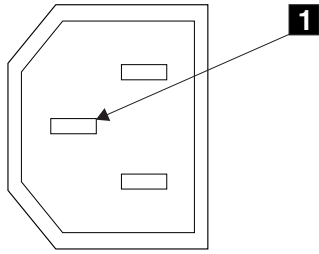

図6. アース・ピン
6. SAN ボリューム・コントローラー 2145-4F2 のフレームと各電源コネクタのアース・ピンの導通を検査する。 xxviii ページの図 6 は、アース・ピンの位置を示しています。